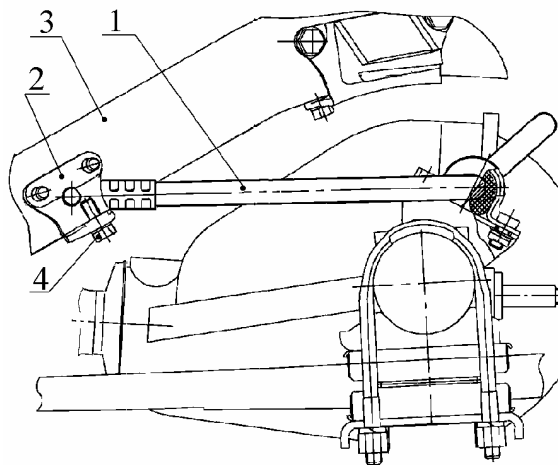

Рис. 7. Отсоединение штанги стабилизатора:
4.8.7. Отсоединить кронштейны 2 штанги стабилизатора 1 (рис. 7) от лонжерона кузова 3, отвинтив шесть болтов 4